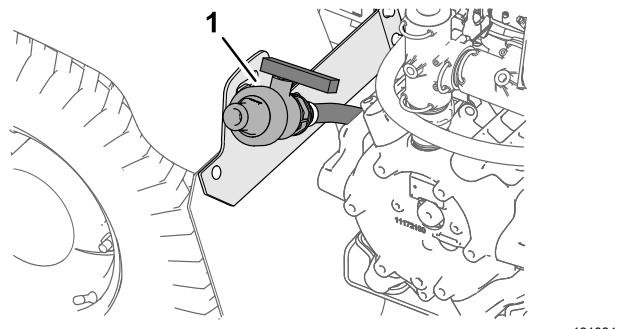

Figura 44
2. Individuate la valvola di spurgo del serbatoio sul parafango posteriore sinistro della macchina (Figura 44).